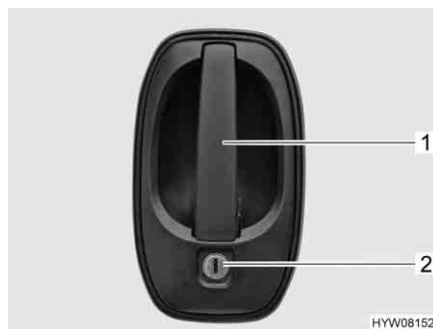

Fig. 41 Serratura della porta (porta conducente/porta di ingresso, lato esterno)
- Inserire la chiave nel cilindro della serratura (Fig. 41,2) e ruotare fino a quando la serratura della porta si sblocca.
- Tirare la maniglia della porta (Fig. 41,1). La porta è aperta.
- Inserire la chiave nel cilindro della serratura (Fig. 41,2) e ruotare fino a quando la serratura della porta si blocca.